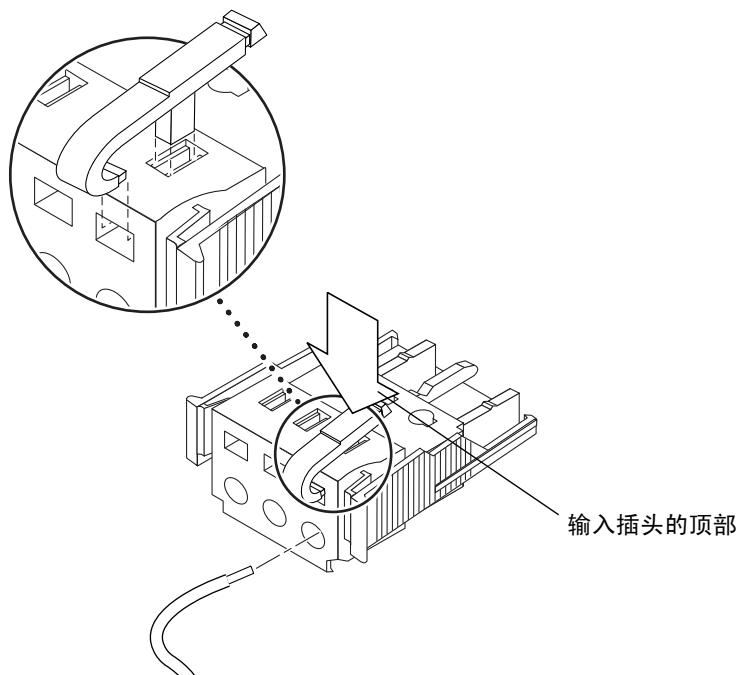
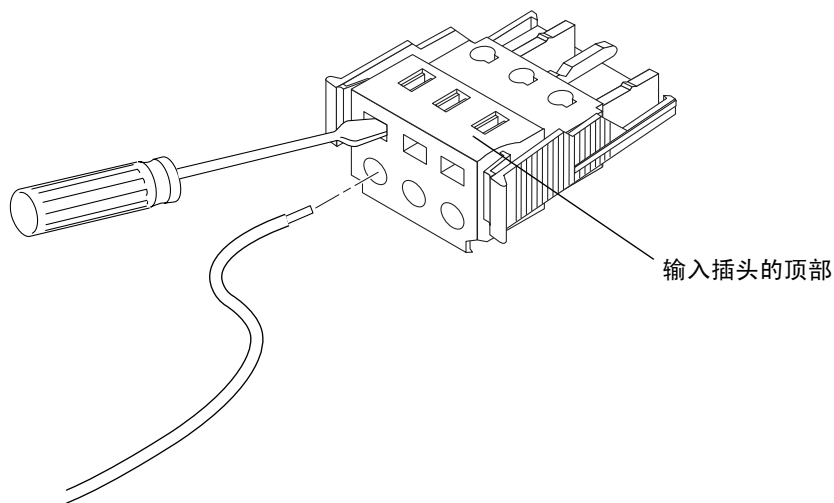

图 5-3 使用笼形线夹操作杆打开直流输入插头笼形线夹
图 5-4 用螺丝刀打开笼型线夹
- 将笼形线夹操作杆的尖端插入矩形孔中（该矩形孔位于直流输入插头上您要插入第一根电线的孔的正上方）。然后向下按笼形线夹操作杆（图 5-3）。
- 将小的开槽螺丝刀插入矩形孔中（该矩形孔位于直流输入插头上您要插入第一根电线的孔的正上方），然后向下按螺丝刀（图 5-4）。
如果需从直流输入插头上拆除电线，请将笼型线夹操作杆或小螺丝刀插入电线正上方的插槽中，并向下载（图 5-3 和图 5-4），然后将电线从直流输入插头中拔出。